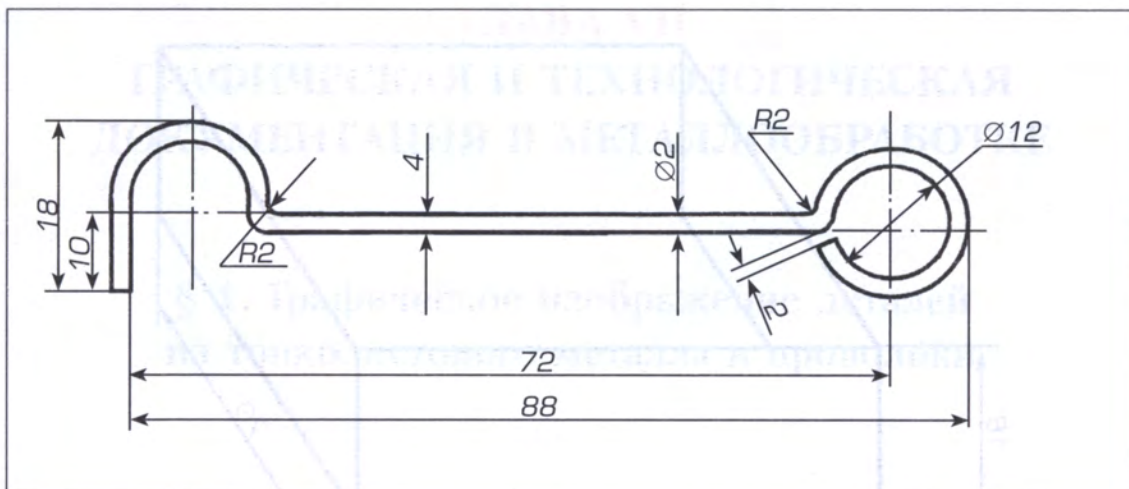

Рис. 121. Графическое изображение крючка из проволоки
2. Разбейте изображение чертилки (рис. 121) на участки для расчёта длины развёртки.